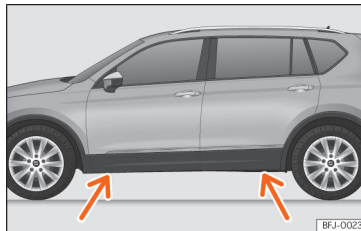

Рис. 255 Місця для встановлення домкрата.
- Знайдіть місця для встановлення домкрата під порогом кузова якнайближче до колеса, котре необхідно замінити **»» рис. 255**.